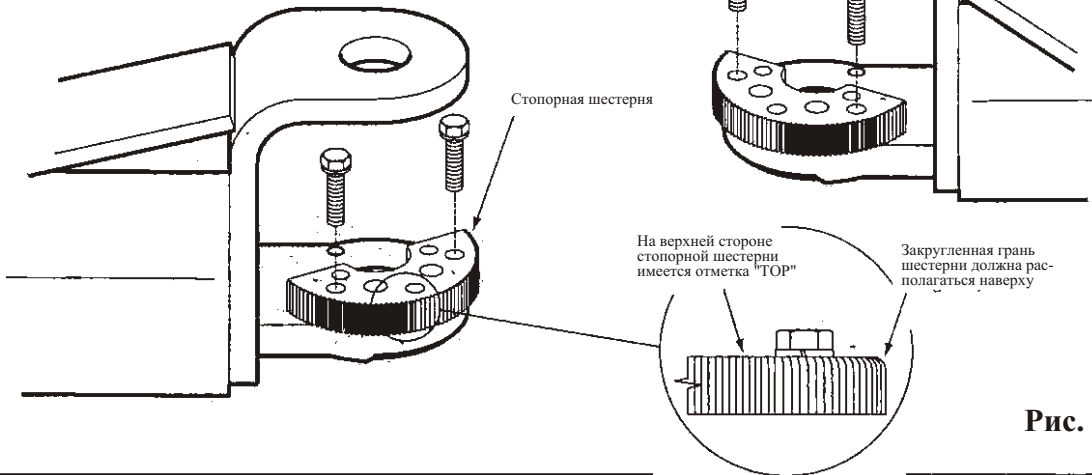

Рис. 17
**17. Механизм регулировки положения рычагов подъемника:** прежде чем приступить к креплению рычагов подъемника необходимо произвести установку стопорных шестерней, воспользовавшись следующими рекомендациями: установите стопорную шестерню в развилку рычага как показано на рис. 17 таким образом, чтобы закругленная грань (верхняя сторона) шестерни смотрела вверх. Затем установите два болта 3/8"-16NC длиной 1-1/2" (всего 8 шт. для четырех рычагов) с пружинными шайбами 3/8" в отверстия шестерни и рычага как показано на рис. 17, но не закручивайте их.